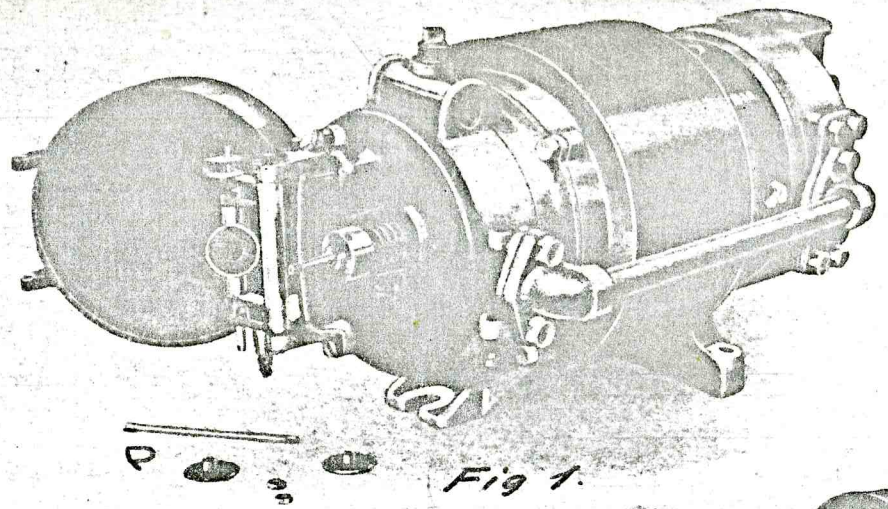

Fig 1.
Kontramstrikker (27) og den ydre Spændeskive (51) fjernes paa Regulatorspindelen (26) og Vippearmen (43) svinges lidt tilbage. Ventilspindelen, som nu er tilgængelig, skal frit kunne glide ind eller ud uden nogen mærkbar Gnidningsmodstand. Se Fig. 1. (Aldre Udførelse med ledret Vippearm).